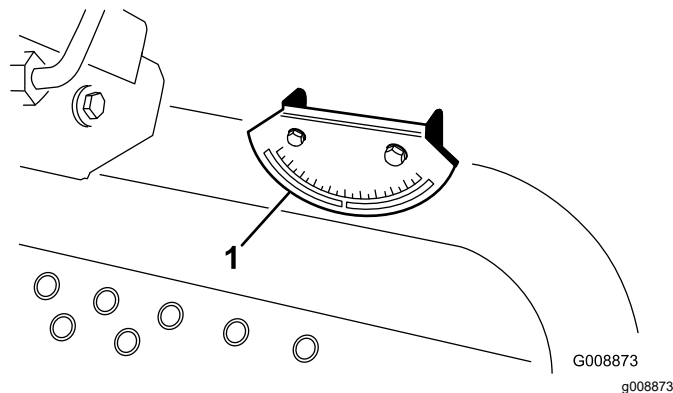

Рисунок 5
2. Убедитесь в том, что машина находится в горизонтальном положении, можно, установив ручной уклономер (поставляемый в комплекте с машиной) на поперечную балку рамы рядом с топливным баком (Рисунок 5).